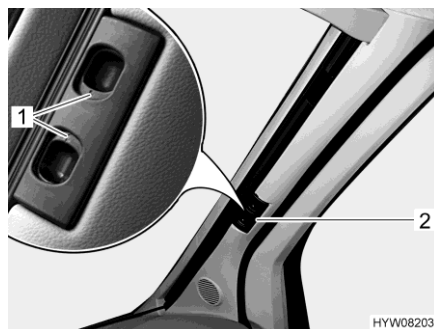

Bild 78 Plisségardin (vindruta)
- Tryck in låshandtagen (Bild 78,1) och håll dem intryckta.
- Håll plisségardin för vindrutan i handtaget (Bild 78,2) och dra den mot fönstrets mitt.
- Skjut de två hälfterna av plisségardin för vindrutan utåt så långt det går, ta tag i handtaget (Bild 78,2). Dra upp handtaget till samma höjd som låsspåret.
- Släpp låshandtagen (Bild 78,1) och låt dem haka fast.